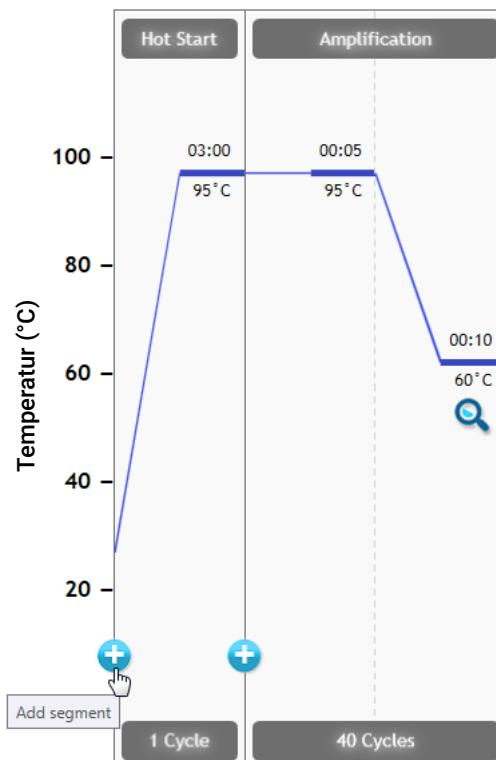

Abbildung 5 Hinzufügen eines neuen Segments auf dem Aria-Bildschirm „Thermal Profile“ (Temperaturprofil)
- a** Bewegen Sie den Cursor auf der Anzeige über das Segment „Hot Start“ (Heißstart). Klicken Sie auf das Symbol + (wie in **Abbildung 5** dargestellt), das auf der linken Seite des Segments „Hot Start“ (Heißstart) angezeigt wird.